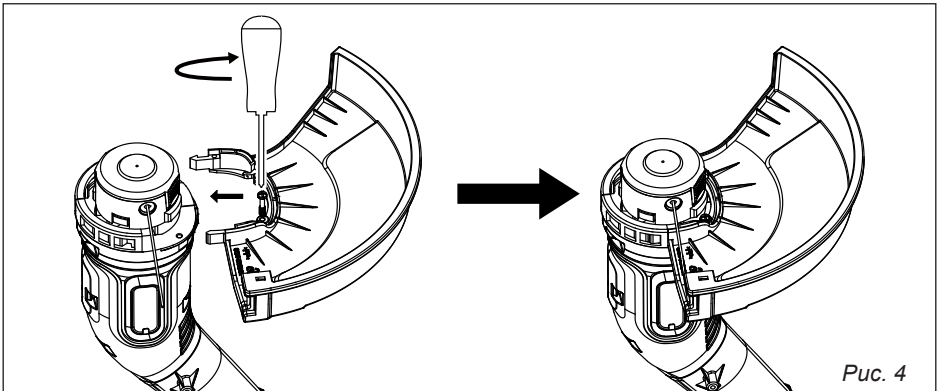

Рис. 4
3. Установите защитный кожух на корпус электродвигателя и зафиксируйте при помощи винта (рис. 4).